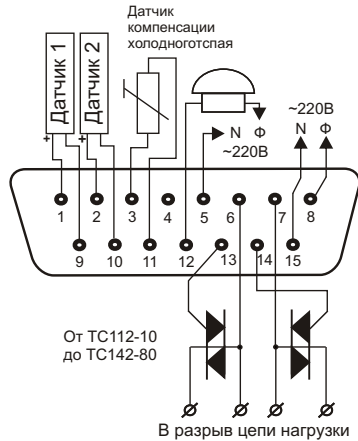

Рисунок 4
- 2) Если используется только первый канал измерения (одноканальный прибор), т.е. в режиме конфигураций задатчик 2 = 0000 (канал 2 - отключен), то на клеммы 2, 10 (Рис.4) необходимо поставить перемычку.